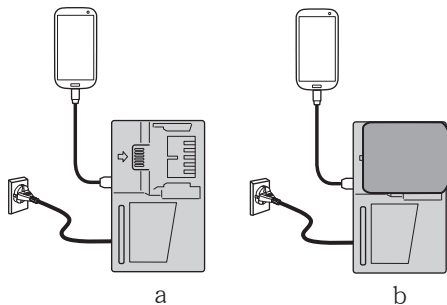

图 14
- (1) 选择充电方式
- 将 USB 设备插入插座进行充电（图 14-a）。
- 将 USB 设备和电池插入插座进行充电。（图 14-b）